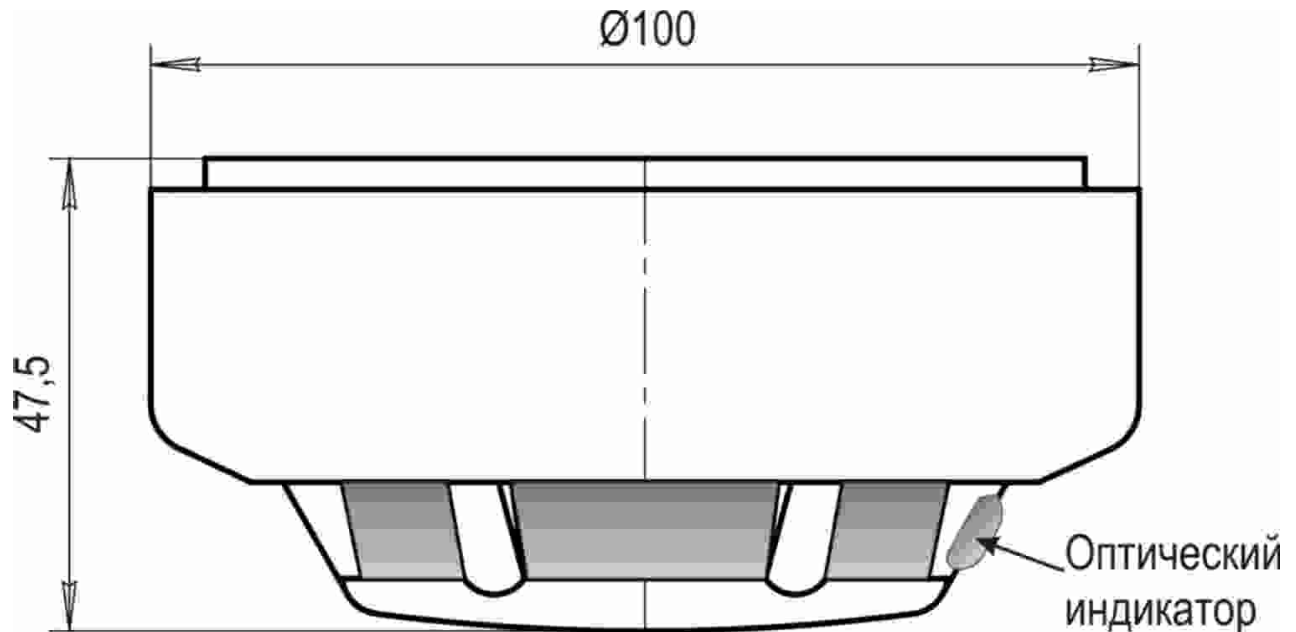

Рис. 1. Общий вид извещателя
7.3 Общий вид извещателя приведен на рис. 1.